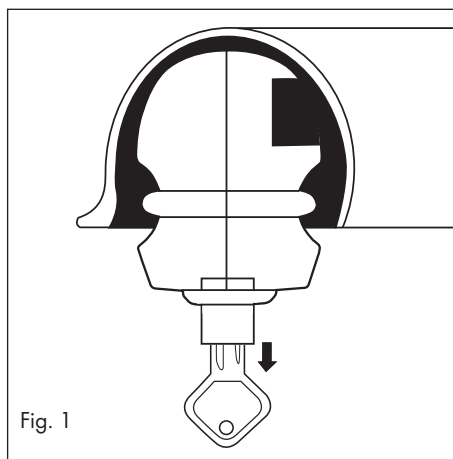

Fig. 1
3. Dégagez le cylindre de serrure du dispositif antivol pour remorque (voir fig. 1).